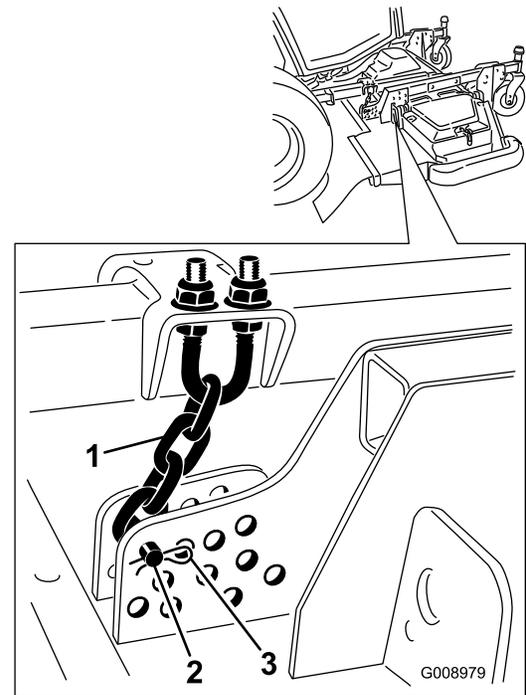

Bild 35
9. Entfernen Sie den Splint und den Lastösenbolzen, mit denen die Schnitthöhenkette an der Rückseite des Mähwerks befestigt ist (Bild 35).